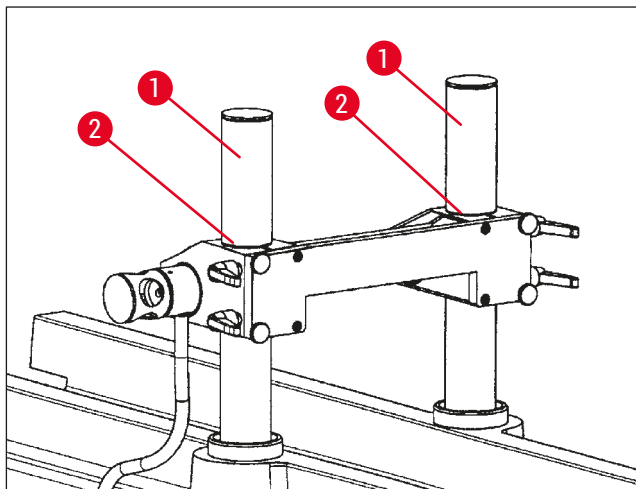

Fig. 83
- Una scanalatura (→ Fig. 83-2) nelle colonne di supporto (→ Fig. 83-1) contrassegna la posizione corrispondente a 100 mm. Ciò richiede che la scanalatura coincida con il bordo superiore del portacoltello, vedere (→ Fig. 83).